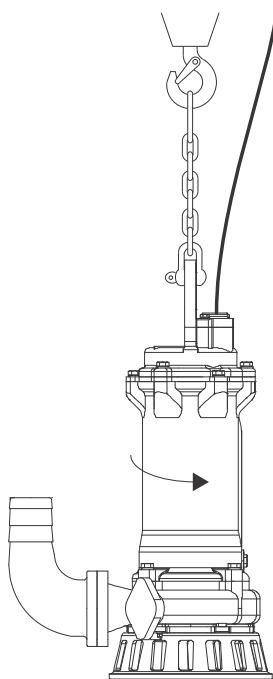

图 8 冲击方向
3. 观察泵的运动（冲击）方向。若水泵按逆时针冲击，则其转动方向正确。见图8。